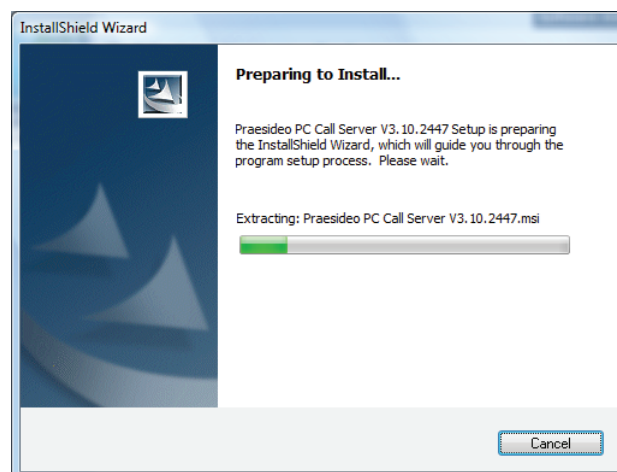

Abb. 58.1: Setup-Programm für PC Durchsagen-Server
- 3 Klicken Sie auf der Schaltfläche *Öffnen*, um das Setup-Programm des *PC Durchsagen-Servers* zu starten. Es erscheint ein Bildschirm, der dem in Abb. 58.1 ähnelt.
- 3 Klicken Sie auf die Schaltfläche *Öffnen*, um das Setup-Programm des *PC Durchsagen-Server Konfigurations-Client* zu starten. Ein Bildschirm erscheint, der dem in Abb. 58.1 ähnelt, nun aber für den PC Durchsagen-Server Konfigurations-Client.